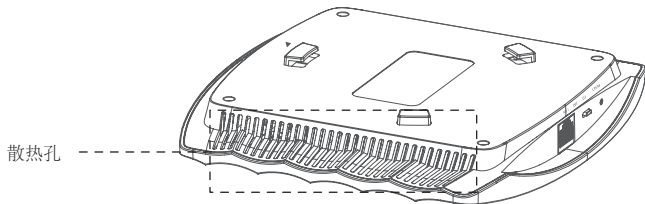

图3-8 AP散热孔面示意图
**注意：**当使用非标准PoE供电设备或AP烧坏等情况下，AP内部的PCB面板上可能会喷出引燃物质，此物质可能会从散热孔散落到AP外部，为了预防此情况发生，在挂墙安装时，请勿将AP散热孔面朝下安装。AP散热孔面如图3-8所示。